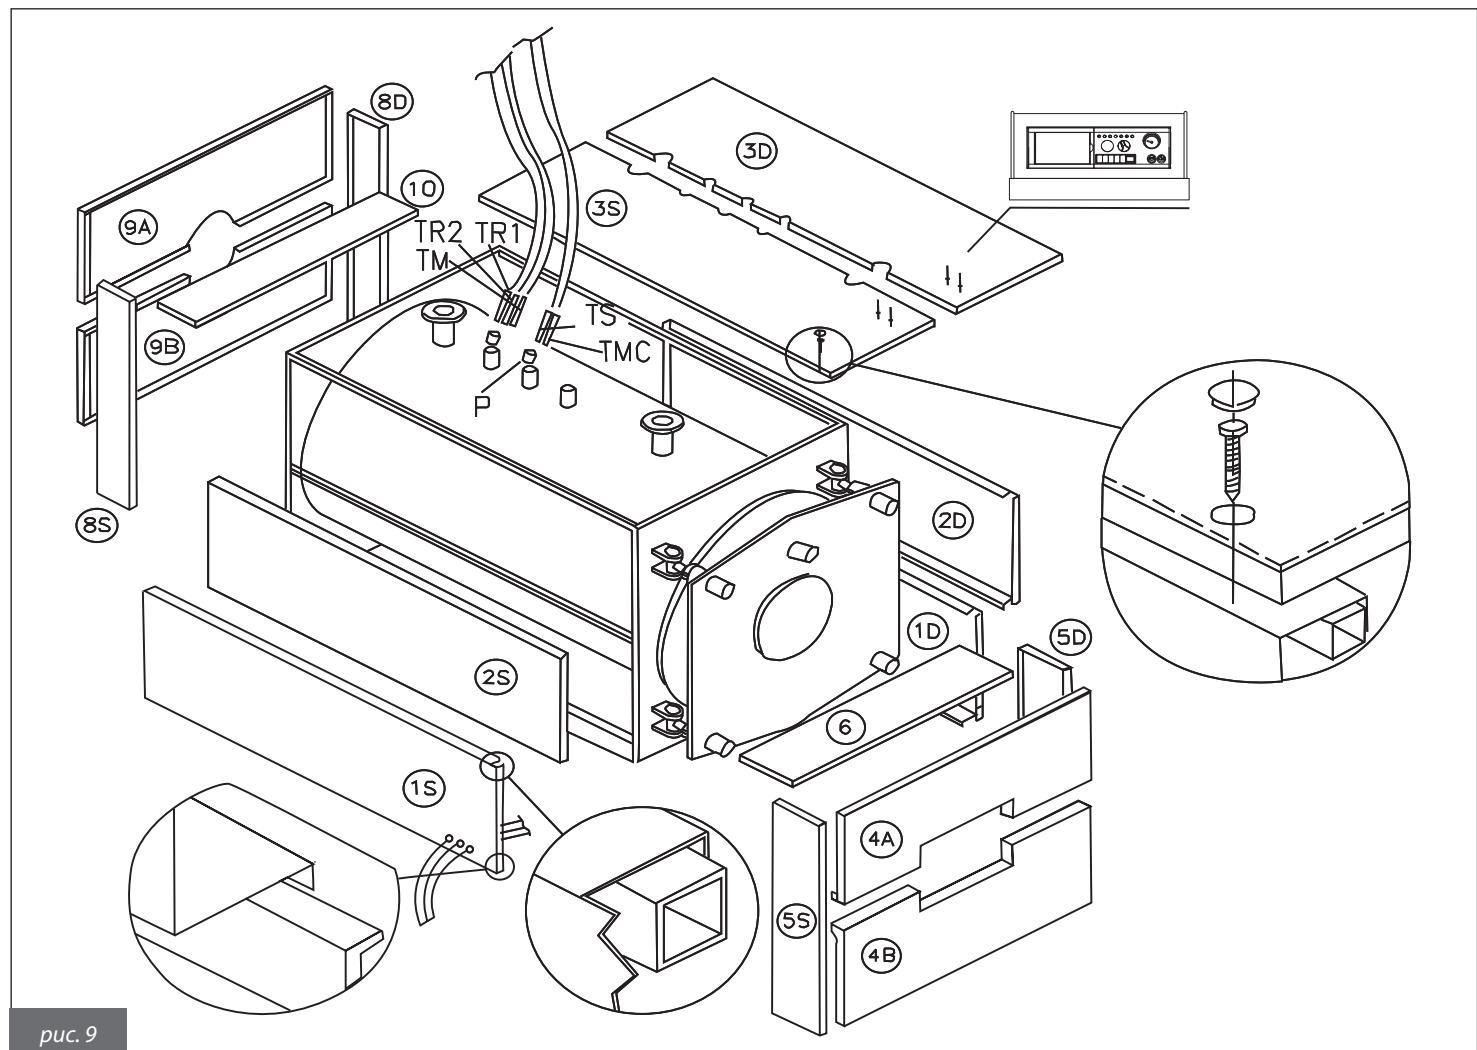

рис. 9
4.2. Облицовка котла для мод. 500÷1300 (рис. 9)
- д) Установить верхнюю панель (3S) на котле и закрепить на ней пульт управления. Размотать капилляры термостатов и термометра и установить держатели в соответствующие колодцы (P).
- ф) Установить панели (5S) (5D), закрепляя на боковых панелях с помощью соответствующих скоб, после чего установить передние панели (4B) и (4A), закрепляя их на панелях (5S) и (5D). Закрыть обшивку дверцы верхней панелью (6), закрепив ее винтами и закрыв проходные отверстия заглушками (см. рис. 9).
- г) Установить панели (8S) и (8D), закрепляя их на боковых панелях с помощью соответствующих скоб, после чего установить передние панели (9B) и (9A), закрепляя их на панелях (8S) и (8D). Закрыть обшивку дымохода с помощью верхней панели (10), закрепив ее винтами и закрыв проходные отверстия заглушками.